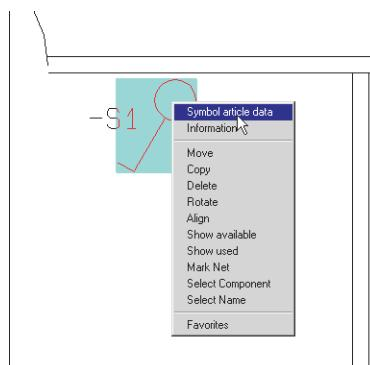

Рис. 6
- 5** – Щелкаем на символе правой клавишей мыши. В появившемся окне контекстного меню (**рис. 6**) выбираем пункт ввода данных о символе (*Symbol article data*).